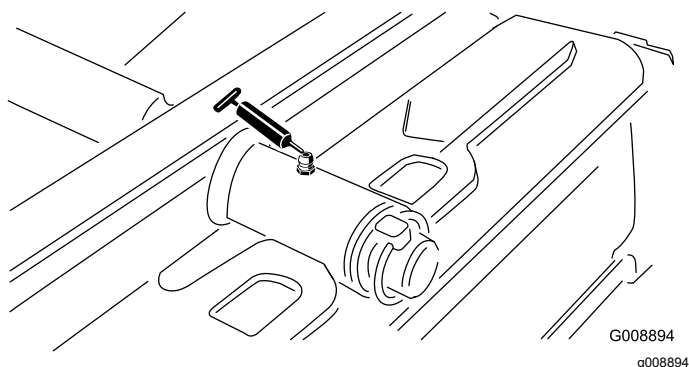

Figura 37
- Perno dell'apparato di taglio posteriore (Figura 37)